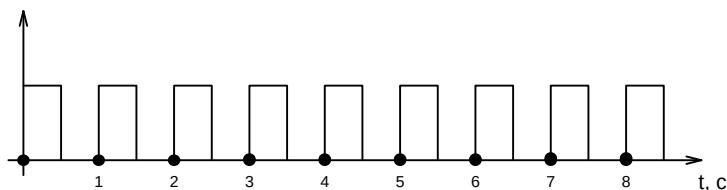

Рис. 7 Индикация входящего вызова по каналу DATA
3. Режим входящего вызова. Во время входящего вызова по каналу DATA индикатор мигает с частотой один раз в секунду, время свечения 0,5 секунды (рис. 7).